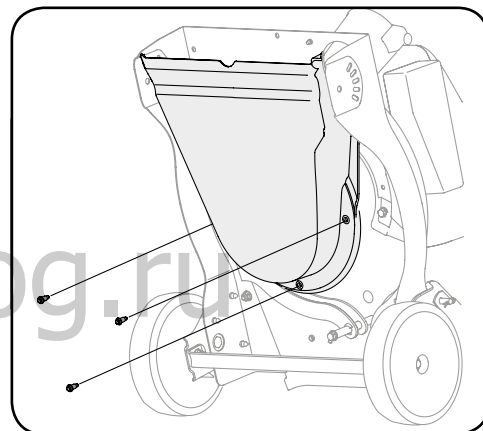

Рисунок 7-10
12. Осторожно наклоните и поддерживайте машину для обеспечения доступа снизу к элементам крепления сопла и крыльчатке. Выкрутите три ступенчатых болта, которыми нижний кожух измельчителя из черного пластика крепится к нижнему кожуху машины. См. рисунок 7-10.